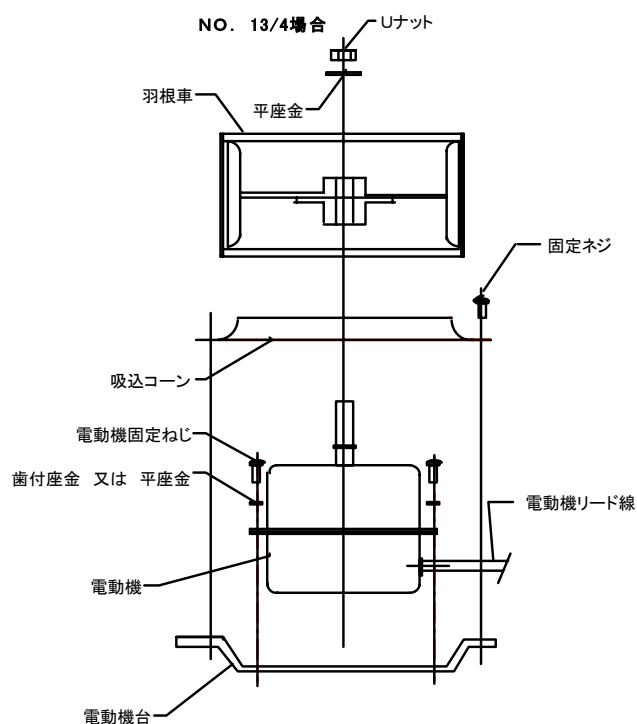

図 11 内部ファンの分解図
- (6) 内蔵ファンの羽根車を外す際は、No.11/4とNo.11/2の羽根車は、セットビス、No.13/4の羽根車は固定用ネジ（M10Uナット）がそれぞれ羽根車についていますので、緩めて外してください。…図11参照（羽根車は、傷・変形に注意してください。）